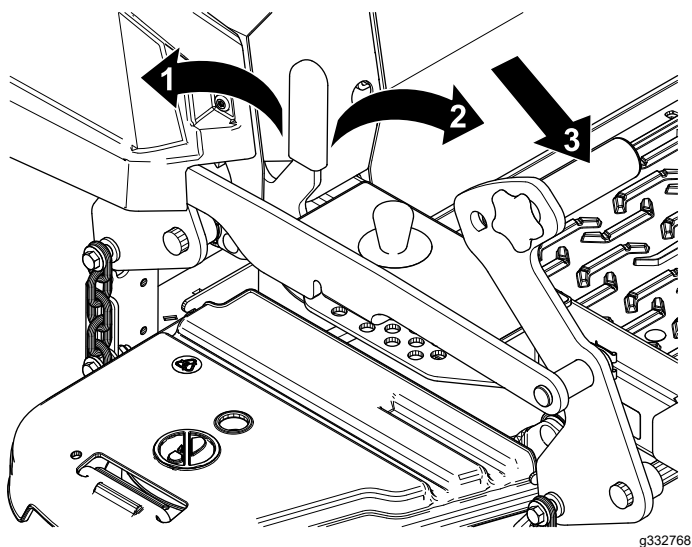

Figura 1
7. Empurre o pedal de elevação da plataforma totalmente para a frente para bloquear a plataforma do cortador na posição TRANSPORTE (Figura 1).